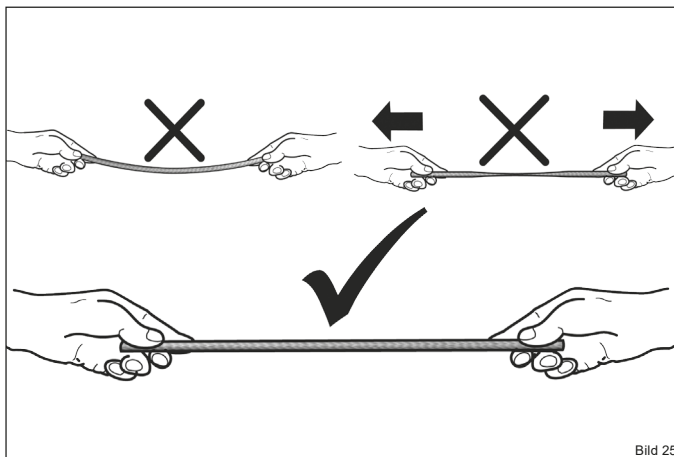

Bild 25
- ▶ Achten Sie beim Verlegen der Dichtung darauf, dass diese nicht durchhängt und leicht gestaucht wird (Bild 25).